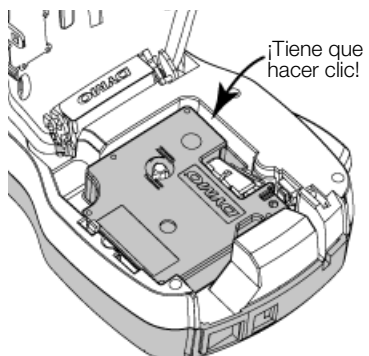

Ilustración 6
- 3 Introduzca el cassette y presiónelo con firmeza hasta que encaje en su sitio. Vea la Ilustración 6.